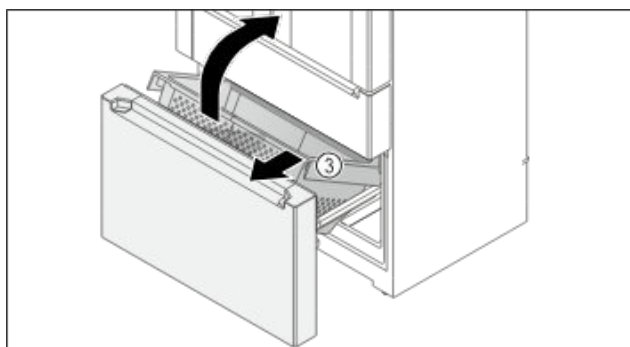

Fig. 149
- Bak Fig. 149 (3) aan de voorkant iets optillen.
- Bak Fig. 149 (3) schuin naar voren wegnemen.